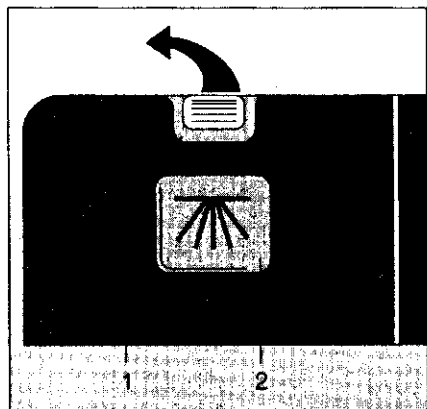

Figure 9
- Appuyez sur le bouton de verrouillage (figure 9/1). Le couvercle se relève.
En cas de vaisselle très sale, vous avez la possibilité d'ajouter du détergent supplémentaire dans le creux du couvercle (figure 9/2). Remplissez le réservoir à ras bord. Ce détergent agira dès le pré-lavage.